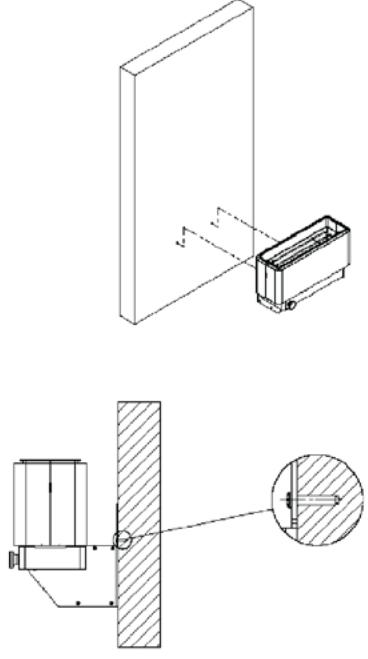

Рисунок 3.4: Подвешивание устройства регулировки климата на стену в бане
3.2.3. После этого поднимите устройство на стену так, чтобы болты в стене вошли в отверстия на обратной стороне устройства (Рисунок 3.4).